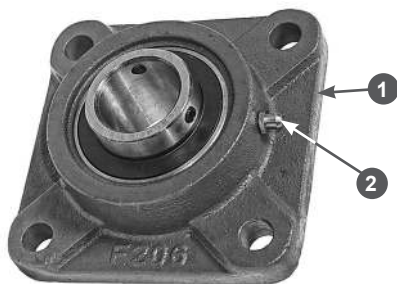

Рис. 10 Смазка подшипника барабана с ножами
3. Установите наконечник трубки шприца на пресс-маслёнку 2, расположенную на корпусе опорного фланца 1 (Рис. 10). Для наглядности, на Рис. 10 показан снятый опорный фланец с подшипником.